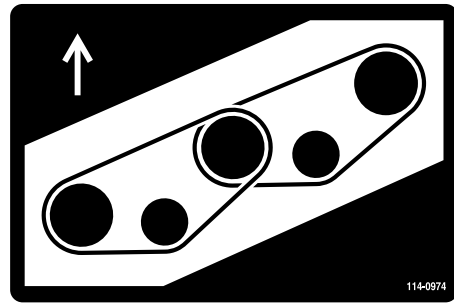
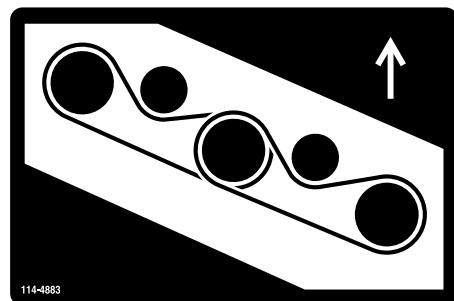

図 128
図 129
7. スピンドルプーリとアイドラプーリアセンブリに新しいベルトを回しかける 図 128 と 図 129。